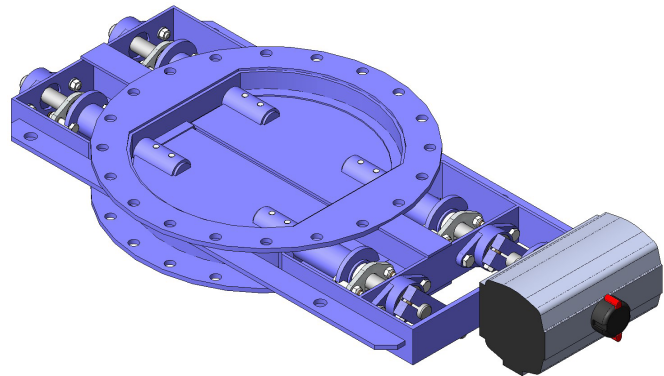

Fig. 26
- Pneumatic cylinder ¼ turn (fig. 26)(fig. 26) *